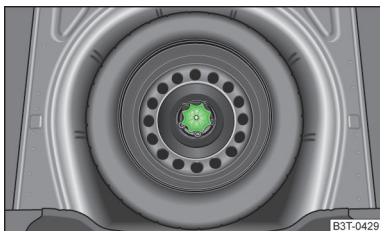

Fig. 136
La rueda de repuesto y/o de emergencia se encuentra en una cavidad debajo de la moqueta del maletero y está fijada con una tuerca especial » fig. 136.
- Desenrosque la tuerca » fig. 136 en el sentido contrario a las agujas del reloj.
- Enrosque la tuerca » fig. 136 en el sentido de las agujas del reloj hasta que la rueda está fijada seguramente.